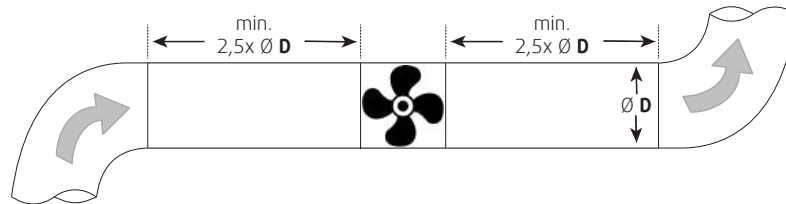

Bild 1 Gerade Kanäle
- ◆ Ein gleichmäßiger und konstanter Luftstrom zum Gerät ist sicherzustellen. Eine freie Fortluft ist sicherzustellen. Siehe Bild 1 *Gerade Kanäle*, Seite 10.